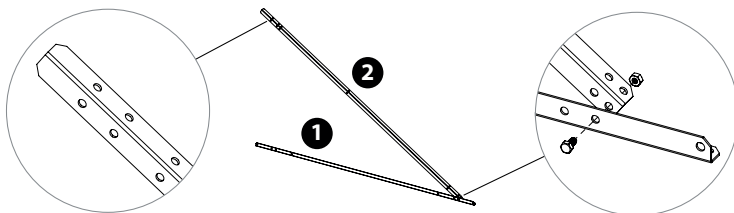

Figura 2.1
- 1 Avvitare le barre **1** alla barra **2**, utilizzando i bulloni M8 e i dadi inclusi nella confezione. (Figura 2.1)